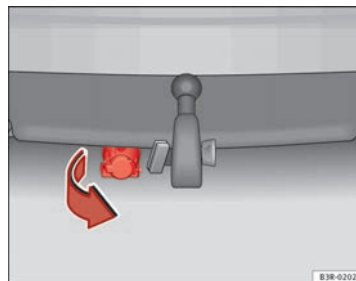

Fig. 173 Parachoques trasero: Pivotar hacia abajo la toma de corriente para el remolque
- Bascule hacia abajo la toma de corriente que se encuentra bajo el parachoques para conectar los cables del remolque ⇒ fig. 173.